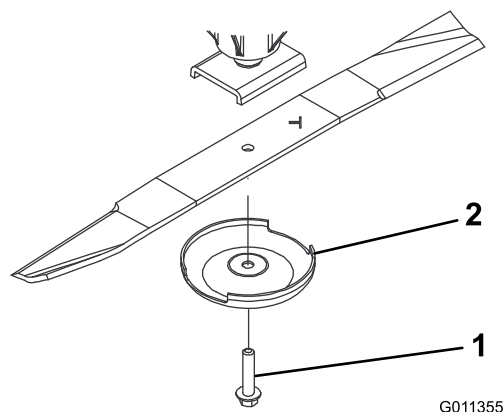

Bild 68
2. Halten Sie das Ende des Messers mit einem stark wattierten Handschuh oder wickeln Sie einen Lappen um es herum. Entfernen Sie die Messerschraube, die Antiskalpierkuppe und das Messer von der Spindelwelle (Bild 68).
3. Setzen Sie das Messer (der Flügel sollte zum Mähwerk zeigen) mit der Antiskalpierschale und der Messerschraube ein (Bild 68). Ziehen Sie die Messerschraube mit 115-149 N-m an.